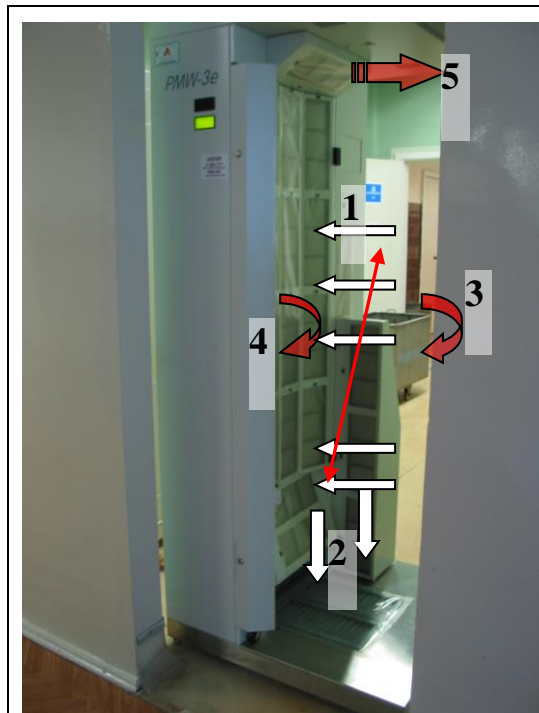

Рис. 1
1. Войдите внутрь установки и расположитесь лицом в сторону измерительной панели, придвинувшись телом как можно ближе к датчикам **1**, при этом установите ноги по центру датчиков **2** (рис. 1). Правую руку разместите на наклонную поверхность ладонью к датчику **3**, а левую прислоните тыльной стороной ладони – к вертикально расположенному датчику **4** (рис. 3).